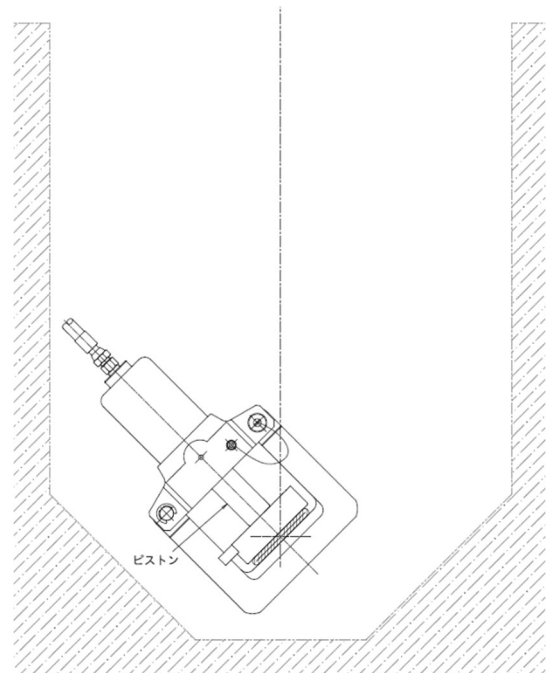

図. B-2
6. 3.の位置を一人がフレームを手で押さえて維持しながら、もう一人がハンドルを操作して、管を圧着し、仮止水します。*(図. B-2)